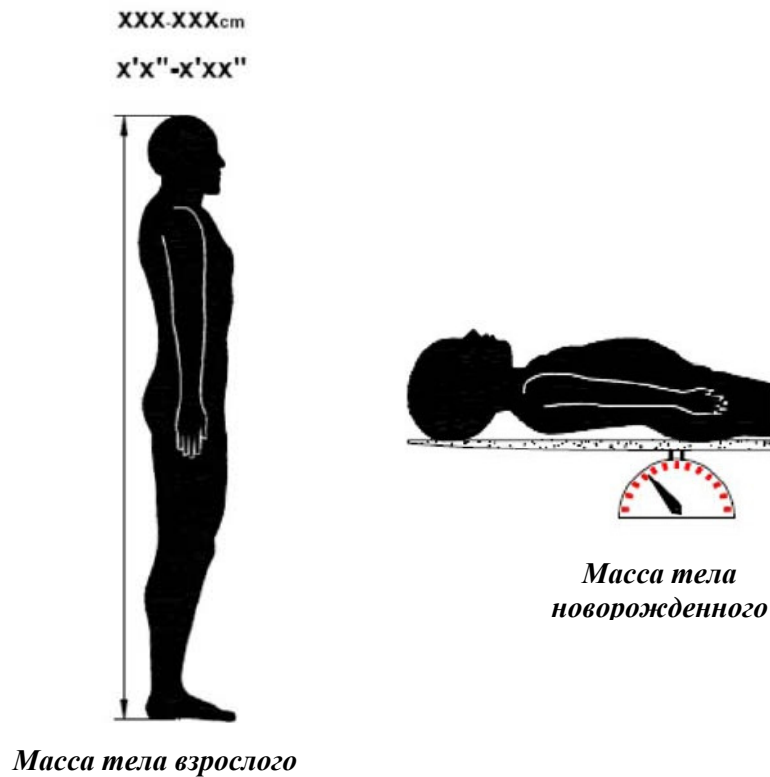

Рисунок 9: Размеры
- Рост пациента или вес новорожденного (см. Рисунок 9)